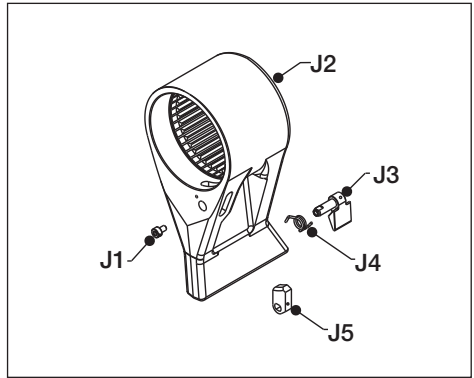

Fig. 26
- Brazo de reacción (Fig. 26, pieza J2)
**5.3.9 Pestillo del brazo de reacción - Desmontaje y montaje (Fig. 26)**